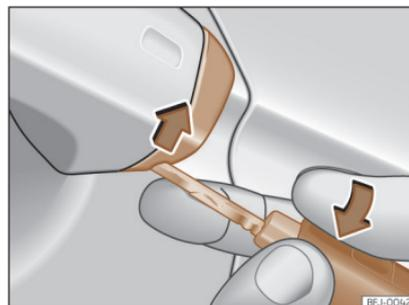

Fig. 74 Maniglia della porta del conducente: staccare il coperchio facendo leva.
- Introdurre lo spadino della chiave nell'apertura inferiore del coperchietto posto sulla maniglia della porta del conducente »» fig. 74 e sollevare il coperchio dal basso verso l'alto.